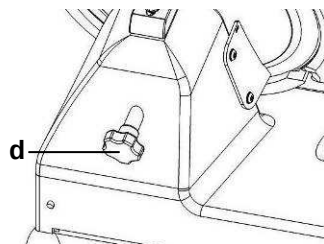

Рис.9
- o Для того чтобы снять для очистки защитный кожух ножа (3), ослабить винт (d) сзади устройства (рис. 9) и нажать на него в направлении кожуха ножа.